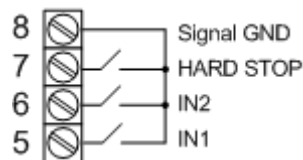

Abb. 3. Anschluss externer Steuerelemente.
2. Schließen Sie externe Steuerelemente gemäß den Anschlussplänen in Abb. 3 an: